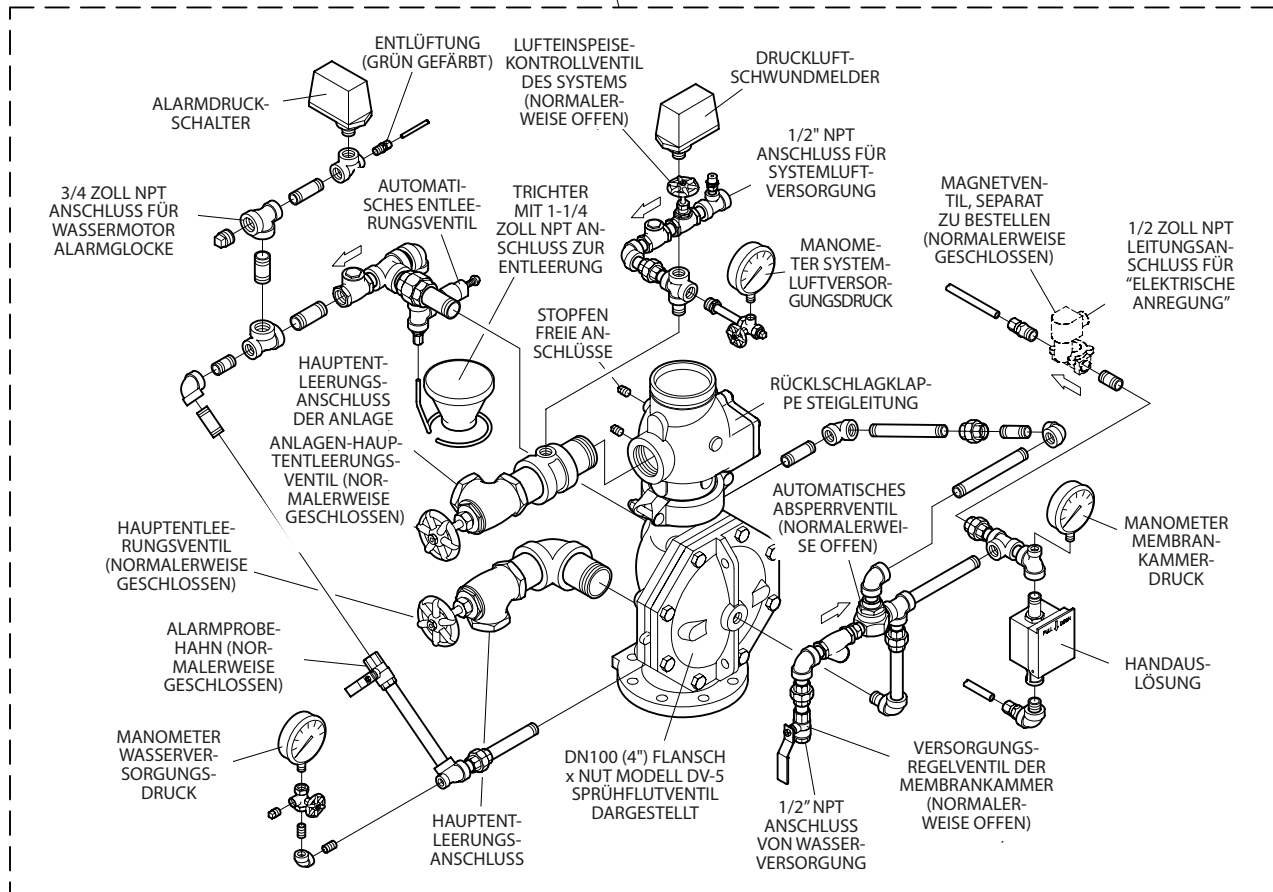

ABBILDUNG 3
Schritt 1. Die Ventilstationskomponenten des QRS elektronischen Schnellöffners (P/N 52-312-2-001) müssen gemäß den entsprechenden Abbildungen 2, 3, oder 7 installiert werden; das Magnetventil muss wie vom Flussrichtungspfeil angezeigt installiert werden; und das Rohrgewindeschmiermittel muss sparsam nur auf die Außengewinde aufgetragen werden. (Im Fall von Abbildung 3 werden für das doppelt verriegelte elektrische/elektrische Zubehör für vorgesteuerte Anlagen die Rohrstützen und Fittinge nicht verwendet. Im Falle von Abbildung 7 werden einige der Rohrstützen und Fittinge nicht verwendet und eine Herstellung vor Ort und zusätzliche Materialien werden benötigt.)